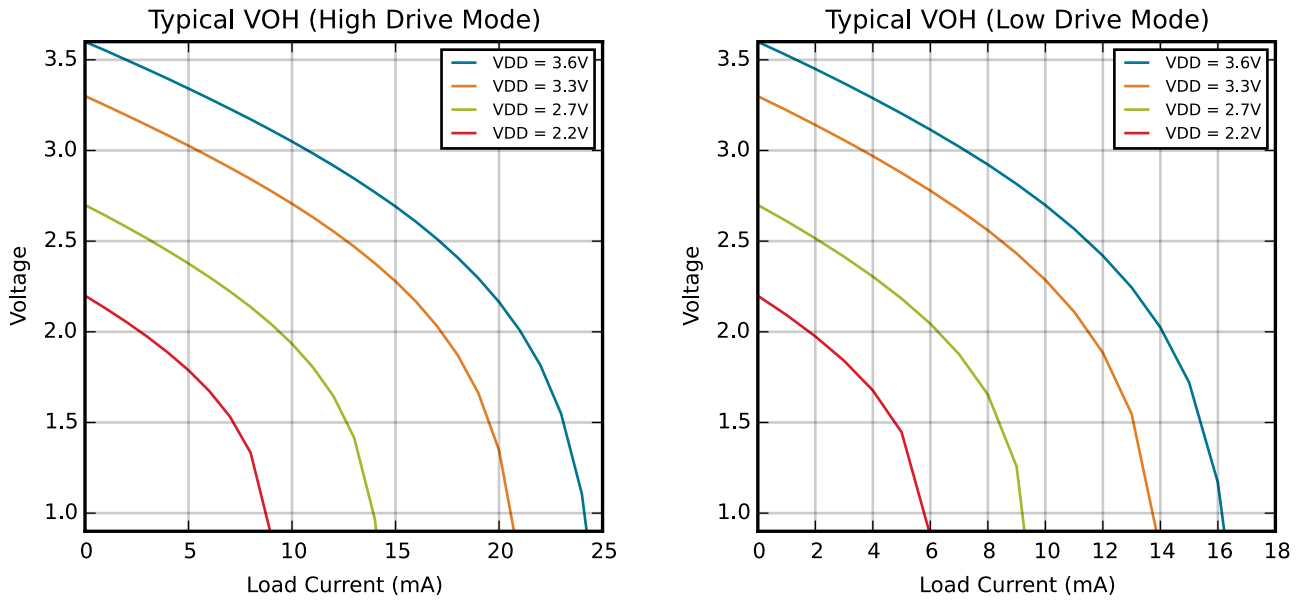
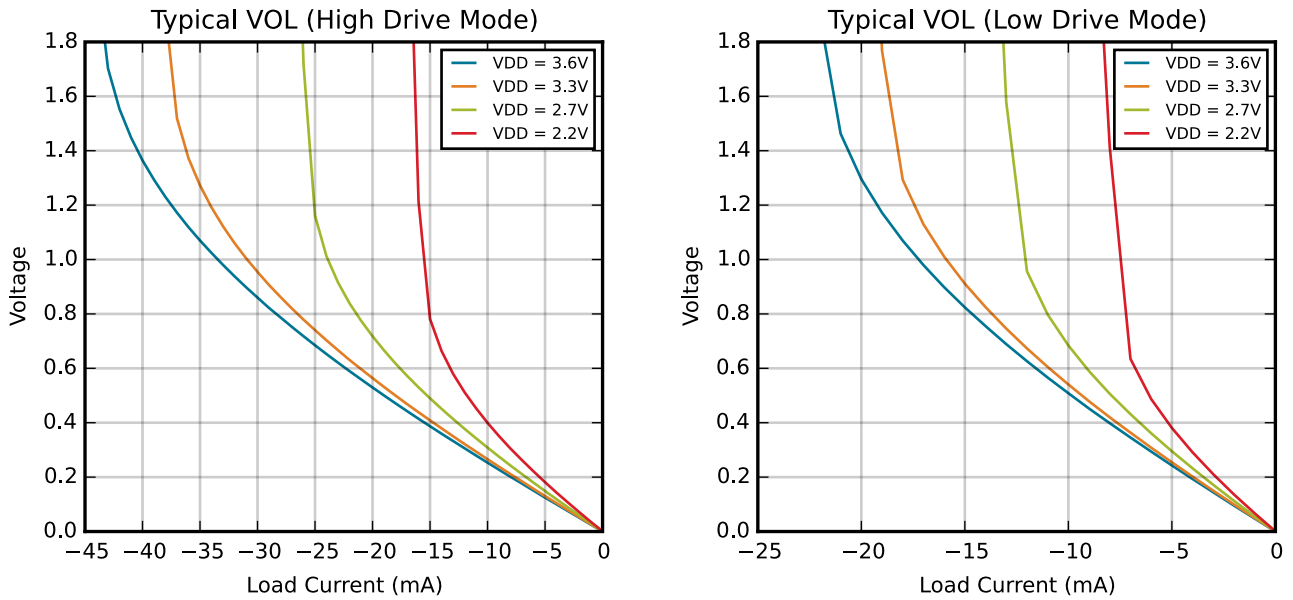

Figure 4.6. 常见 V_{OH} 曲线
Figure 4.7. 常见 V_{OL} 曲线
1. See Figure 4.6 常见 V _{OH} 曲线 on page 31 and Figure 4.7 常见 V _{OL} 曲线 on page 31 for more information.